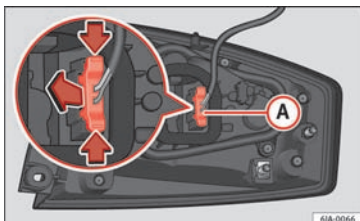

Fig. 98 Lygtestik bag på baglygten
- Løsn stikket (A) » Fig. 98 til lygten ved at trykke på tapperne i siden (pile), og træk stikket ud.